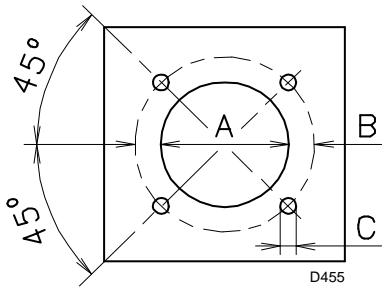

图 11
按图 11 所示, 在炉膛前挂板上钻孔。可以用随燃烧器附带的隔热垫定位螺纹孔的位置。
- 如图 11 所示，使用之前在锅炉上钻好的孔，将燃烧器完全安装到锅炉上，并使用随附的螺丝将其固定。